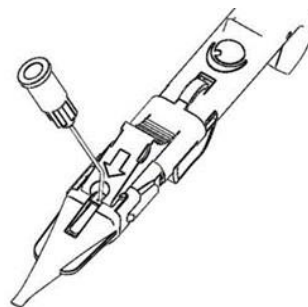

Fig. 6
8. Introduzca la cánula (23G o más grande) de una jeringa llena de material viscoelástico en la pequeña abertura en frente del tapón rojo. Inyecte el material viscoelástico a través de la abertura como se muestra en la Fig. 6. Llenar la boquilla del cartucho hasta la mitad debería ser suficiente.